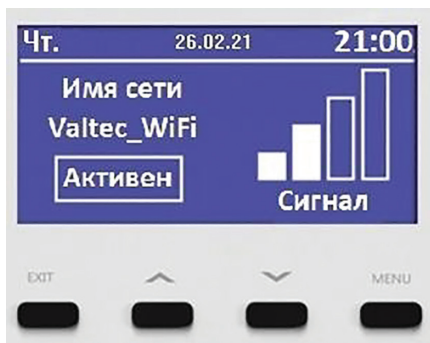

Рис.3
6.2. Настройка и управление модулем осуществляется с помощью кнопок управления (рис.3):